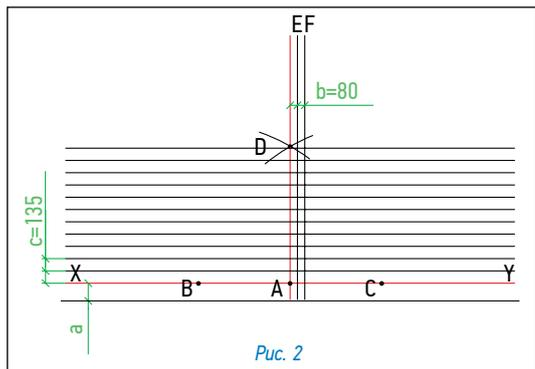

Рис. 2
### Разметка крыши (рис. 2)
- Начальный ряд формируется из специальной коньково-карнизной черепицы, либо из листов черепицы обрезанных по линии образованной конечными точками вырезов. Элементы начального ряда укладываются по линии карниза в обе стороны от линии Z (рис. 2а) и фиксируются по нижнему краю битумной мастикой, а по верхней кромке 4 гвоздями (ось гвоздей на 5 см ниже верхнего края полосы);